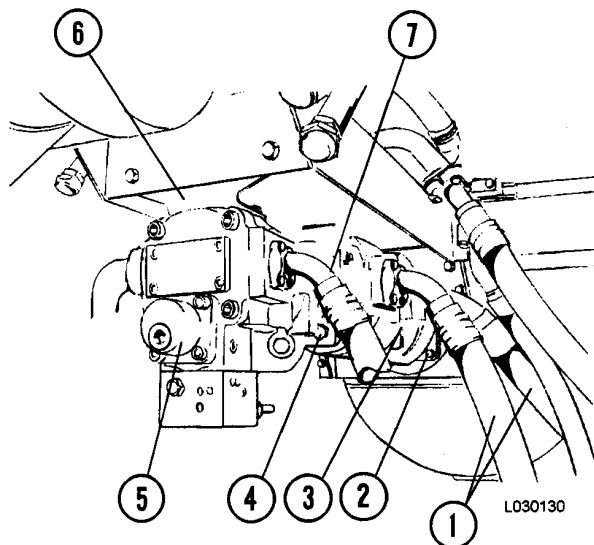
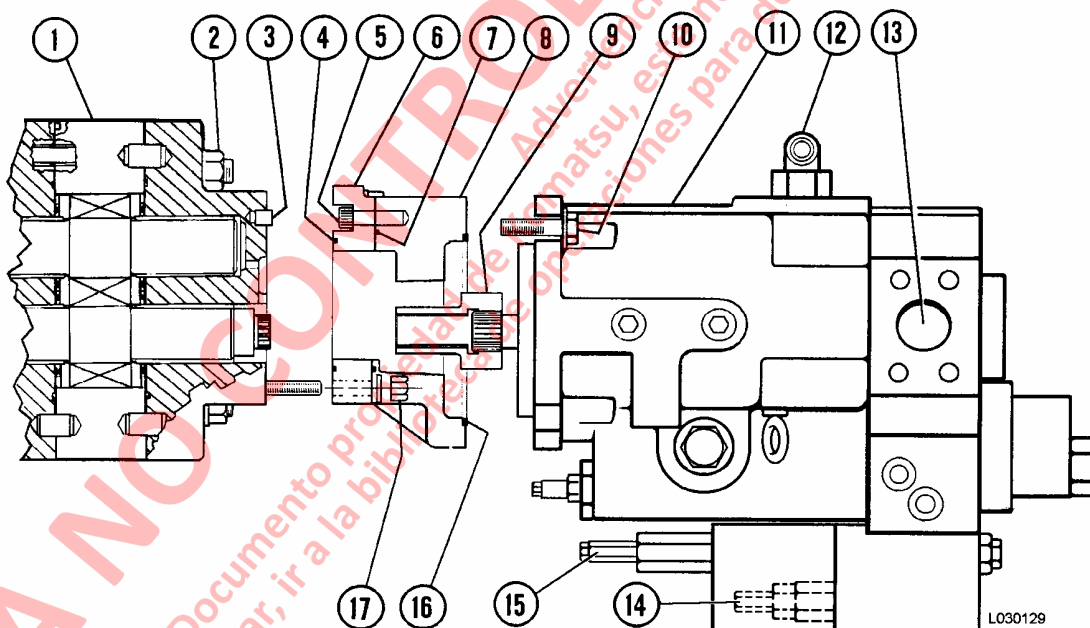
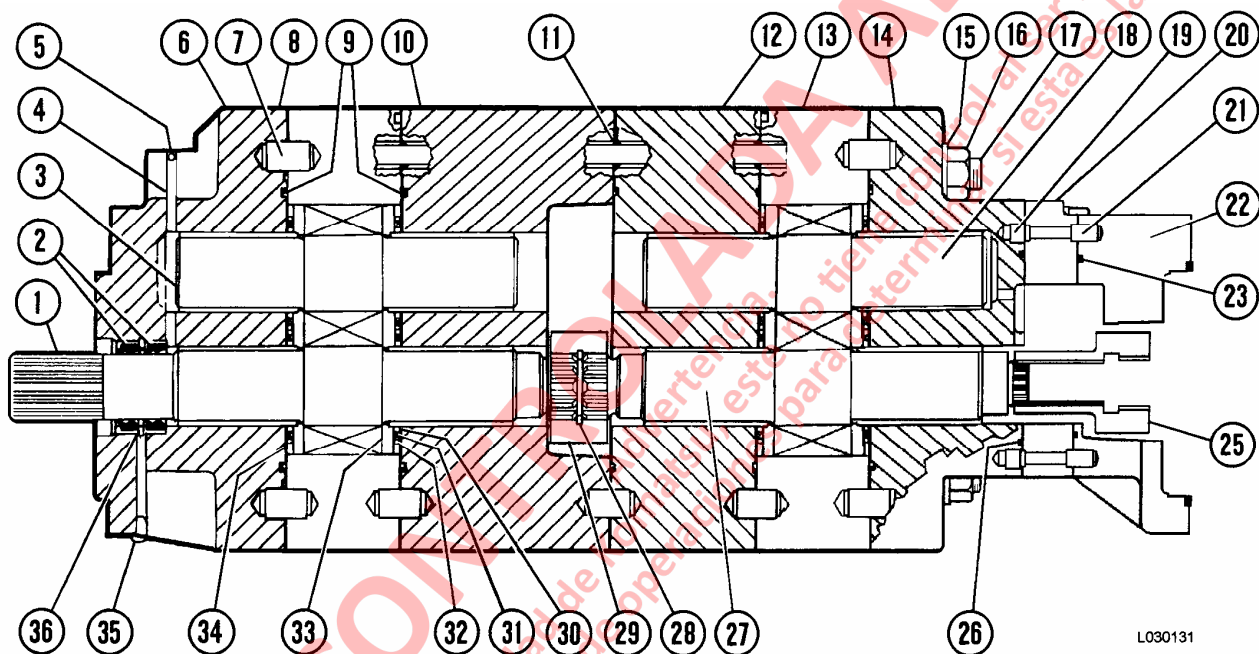

FIGURA 3-2. BOMBA HIDRAULICA
FIGURA 3-3. DESMONTAJE DE LA BOMBA DE DIRECCION/FRENOS
FIGURA 3-4. BOMBA DE ELEVACION
- Suelte los pernos que aseguran las mangueras de entrada y salida (1, Figura 3-2) en la bomba de elevación y deje que drene el aceite. Retire las mangueras de entrada y salida. Tape o cubra todas las líneas y las entradas y salidas de la bomba para evitar que se contaminen.
8. Saque los cuatro pernos (2, Figura 3-2) que aseguran la bomba de elevación a la abrazadera de soporte delantera. Saque los seis pernos que sujetan la abrazadera de soporte (6) al soporte del módulo de la bomba. Saque la abrazadera de soporte.
10. Saque los cuatro pernos de montaje de la bomba de frenos/dirección (4). Deslice la bomba de elevación hacia delante para desenganchar las estrías del acoplamiento de mando (9, Figura 3-3) de la bomba de la dirección.
1. Monte el anillo de goma (16, Figura 3-3) a la bomba de la dirección (11). Monte el acoplador (9) a la bomba de elevación.
3. Lubrique el eje estriado de la bomba de la dirección y alinee con el acoplamiento (9). Instale la bomba de elevación a la bomba de la dirección y monte los pernos (10) con golillas endurecidas y apriete los pernos con torque estándar. Suba las bombas a su posición.
6. Apriete los pernos de la abrazadera de soporte de la bomba de dirección (6, Figura 3-2) con torque estándar.
1. Limpie muy bien el exterior del conjunto de la bomba. Si la bomba de la dirección está adherida, saque los pernos (10, Figura 3-3) y saque la bomba de la dirección de la placa de transición (8). Saque el anillo de goma (16).
2. Saque e inspeccione el acoplamiento (9). Saque y deseche el anillo de retención interno, si se instaló. Saque los pasadores (3) si están dañados o si es necesario cambiar la placa de rodamientos
4. Saque las tuercas (17, Figura 3-3). Saque la placa de rodamientos (20, Figura 3-4) con la placa de transición (22) y el anillo de goma (26). Saque los pernos que aseguran la placa de rodamientos a la placa de transición y retire el anillo de goma (23). Saque los pasadores si están dañados o si es necesario cambiar la placa de transición.